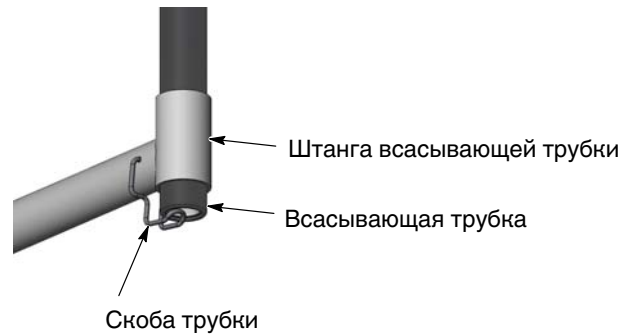

Рис. 4-6 Использование штанги всасывающей трубки
1. См. рис. 4-6. Поднять всасывающую трубку и, отведя ее скобу вниз под конец всасывающей трубки, зафиксировать трубку в держателе.